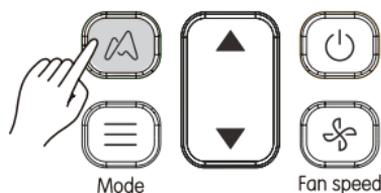

Рисунок 3.15
1) Нажмите кнопку  (см. Рисунок 3.15), чтобы передать внутреннему блоку команду активации функции ETA MDV. Отображается значок .